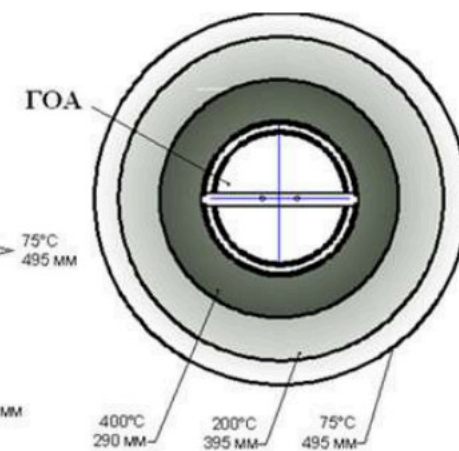

Рис.2 Температурное поле аэрозоля
2.8 Размеры зон с температурой 75°С, 200°С, 400°С, max, мм	(см. рис.2)
4.2 Температурное поле аэрозоля см. рис. 2.